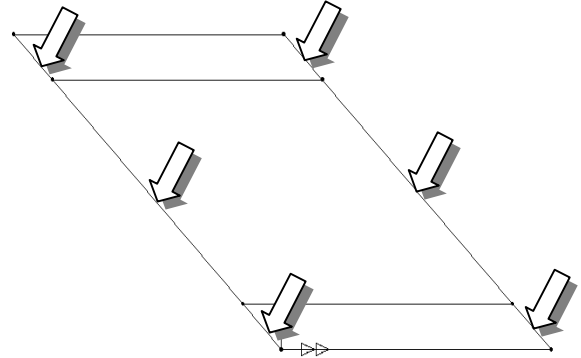

Fig. 25
- se selectează cele 6 linii care alcătuiesc laturile A - A și B - B (fig. 25)